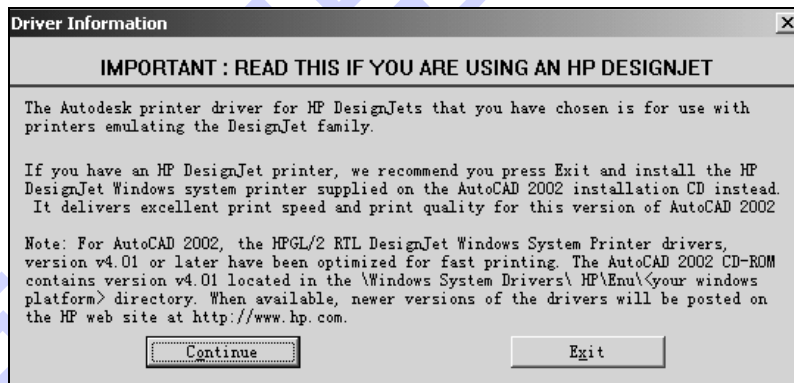

图 10-5 Driver Information 对话框
(5) 指定绘图仪型号完毕之后，单击“下一步”按钮，进入设备驱动程序装载过程，此时屏幕会弹出 Driver Information 对话框，如图 10-5 所示。在该对话框中列出了所选绘图仪的相关信息，单击 Continue 按钮，继续进行绘图仪驱动程序的安装。